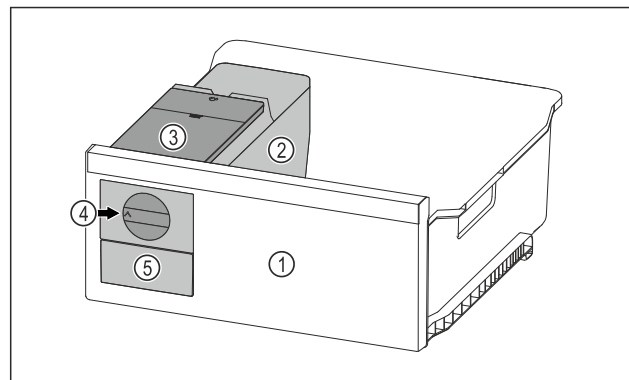

Fig. 108 Eksempelfremstilling
- ▶ Vri dreieknotten Fig. 108 (4) med klokken til den stopper.
- ▷ Isbitene faller fra isbitbrettet og ned i isbitskuffen Fig. 108 (5).